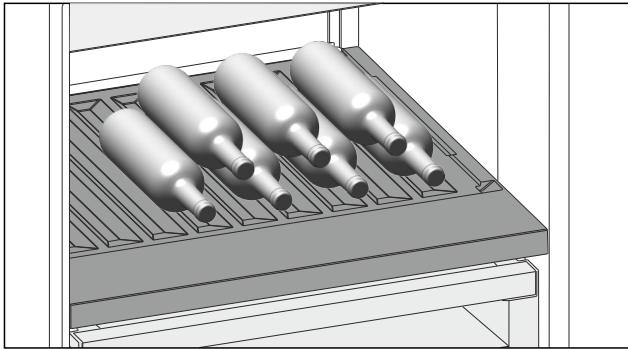

Fig. 121 Beispielhafte Darstellung
- ▶ Flaschen mit dem Boden nach hinten zur Rückwand einlegen. (siehe Fig. 121)